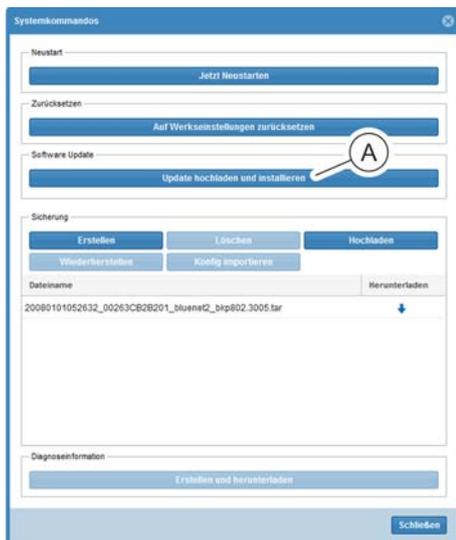

Abb. 251: Fenster "Systemkommandos"
2. ➤ Über die Schaltfläche „Update hochladen und installieren“ (Abb. 251/Ⓐ) den Browser-Dialog zur Auswahl einer Update-Datei öffnen.